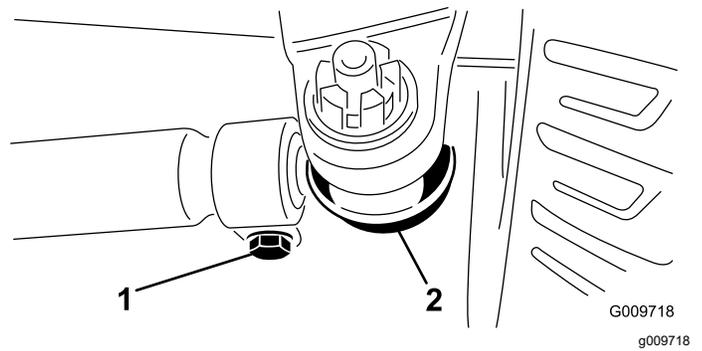

Figure 83
4. Desserrez les fixations aux deux extrémités des biellettes (Figure 83).